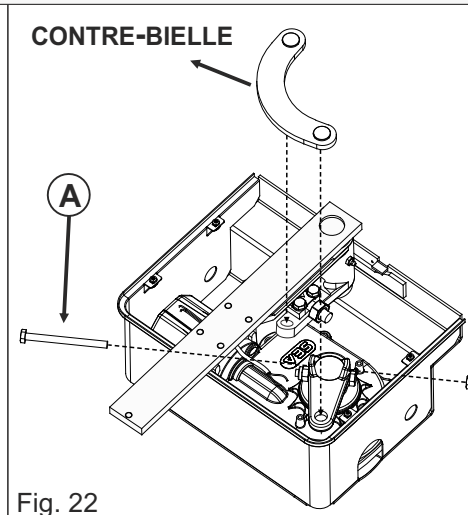
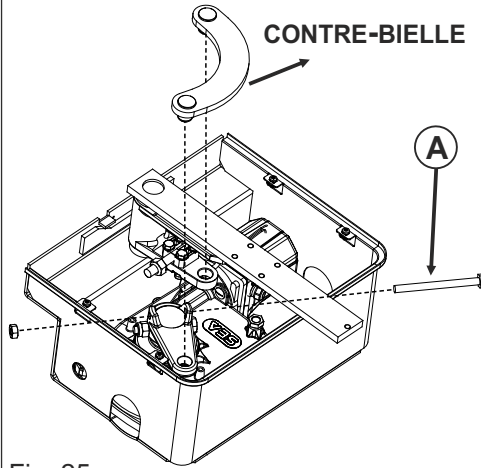

Fig. 22
Fig. 25
**5.2.** Insérez la vis «A» comme indiqué et fixez-la avec l'écrou correspondant. Insérez la contre-bielle dans les trous appropriés (correctement graissés) sur le support du fin de course et sur la manivelle de l'opérateur, comme indiqué sur la Fig. 22 ou la Fig 25;